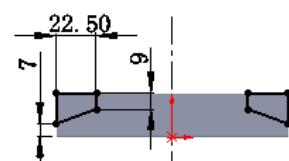

图 11.2.8 横断面草图
② 定义横断面草图。在草图环境中绘制图 11.2.8 所示的横断面草图。
(3) 定义切除深度属性。在“切除一拉伸”对话框 方向1 区域的 拉伸方法 下拉列表中选择 完全贯穿 选项。选中 $\checkmark \text{正交切除(N)}$ 复选框，其他选择默认设置值。
(4) 单击 \checkmark 按钮，完成切除一拉伸 1 的创建。